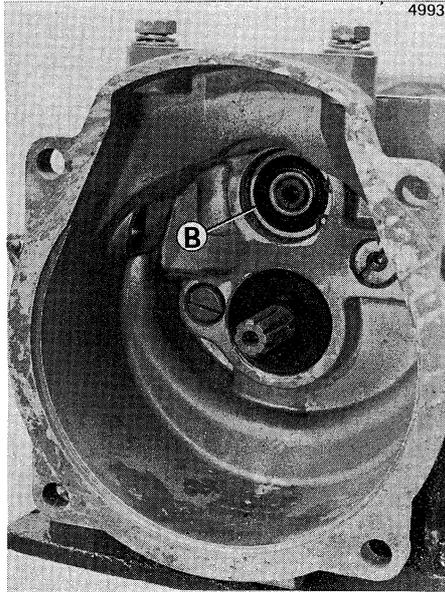

Fig. 34
N.B. - Per ottenere un giuoco di $0,25 \div 0,35$ mm. tra vite senza fine e bussola calettata **A** (fig. 33), occorre agire con degli anelli di spessoramento sul cuscinetto **B** (fig. 34) dell'albero presa di forza.